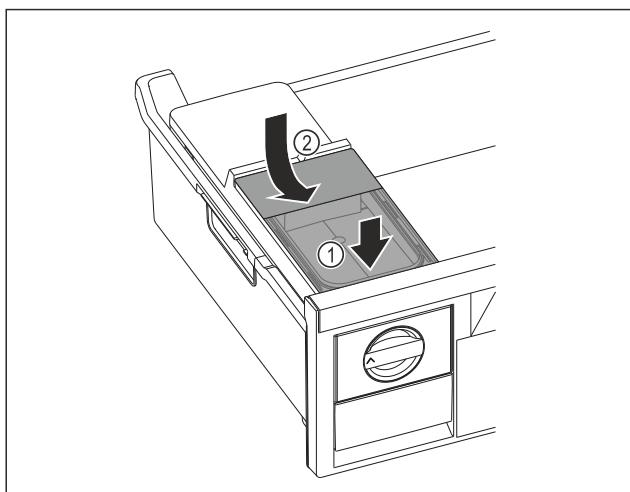

Fig. 68
- ▶ Postavite spremnik za vodu sprjeda. Fig. 68 (1)
- ▶ Spustite spremnik za vodu straga. Fig. 68 (2)